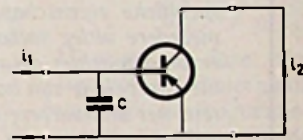

Fig.15
4. De transistor in fig.15 heeft frequentie-onafhankelijke parameters.